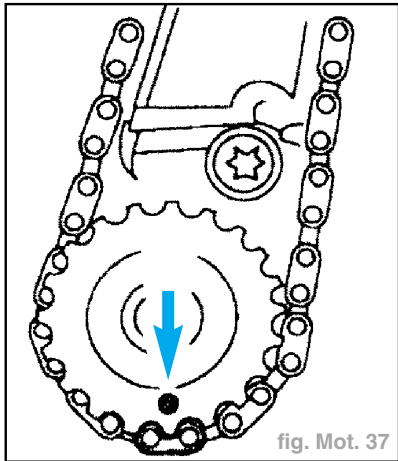

fig. Mot. 37
- Poser la chaîne de distribution en bas (fig. Mot. 37).